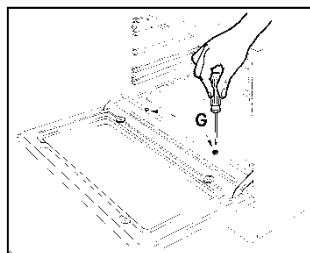
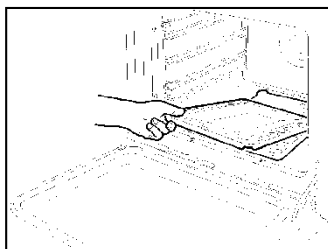

Fig.11
Fig.12
1. Togliere il piano forno togliendo le viti **G** (se esistono) (**Fig. 11**), e rimuovere il piano (**Fig. 12**).